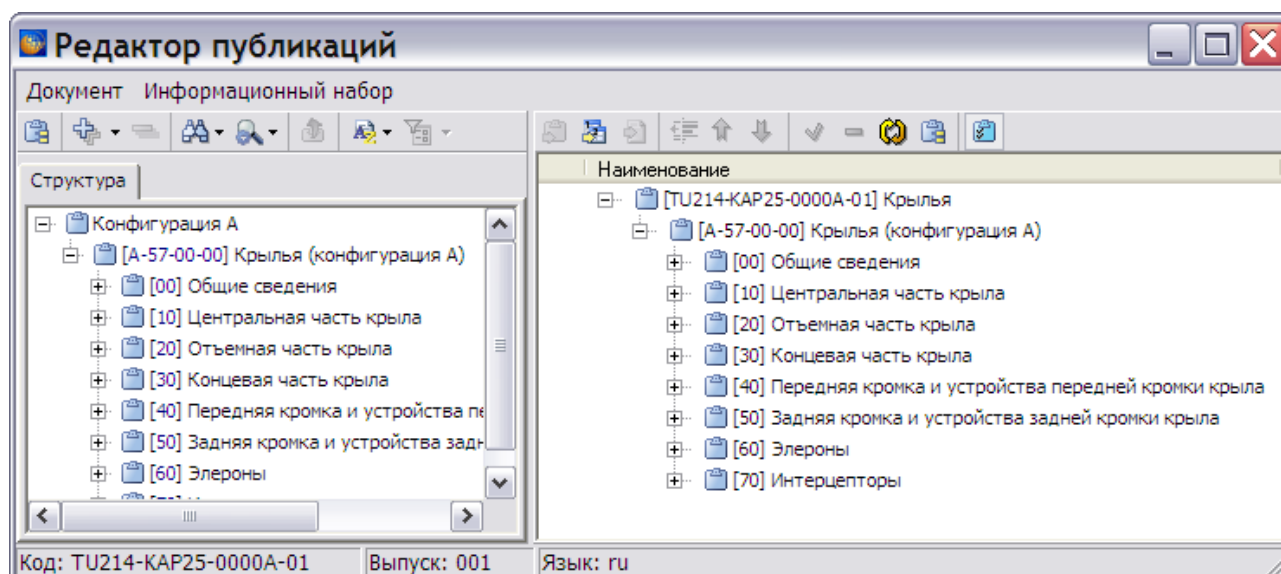

Рис. 24.12. Наполнение публикации на основании выбранного информационного набора
- Используя необходимые информационные наборы, произведите наполнение версии публикации в редакторе публикаций (Рис. 24.12).